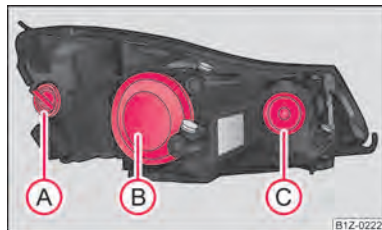

Fig. 180 Phares avant : Emplacement des ampoules
Positions des ampoules dans les phares avant → fig. 180.
- Enlevez le capuchon (B) ⇒ fig. 180.
- Enlevez le capuchon (C) ⇒ fig. 180.